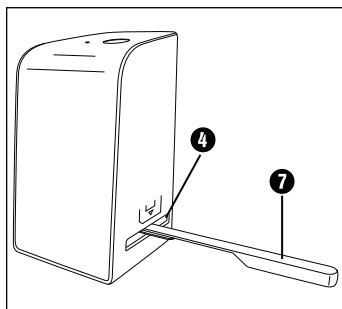

Figura 3
- ◆ Pulire la superficie della retroilluminazione all'interno dell'apparecchio servendosi dell'apposito spazzolino **7**. Infilare lo spazzolino con la superficie pulente rivolta verso il basso solo nello slot **4** a destra (vedere figura 3).